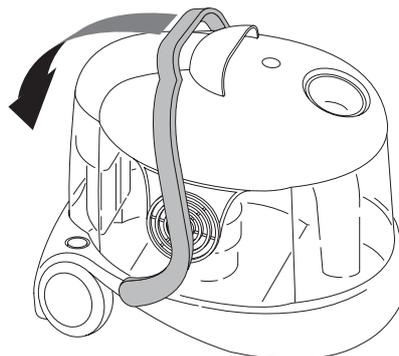

fig. 1
- Baje completamente la manilla que bloquea la tapa Q (fig. 1).